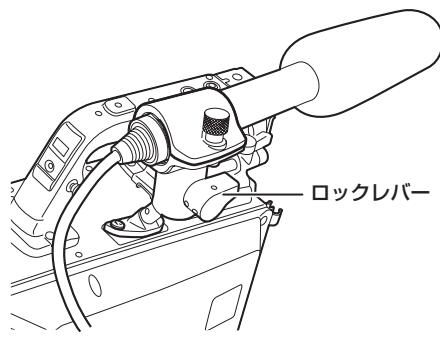

図 3
- 3 ロックレバーをゆるめ、マイクの角度を調整し、ロックレバーを締める。（図 3）